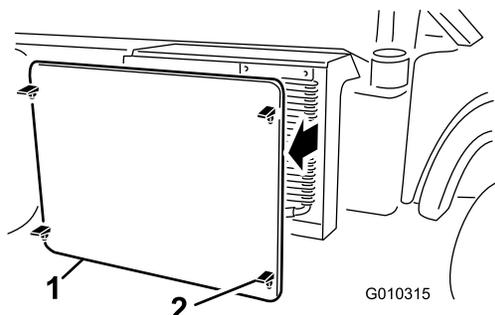

図 52
5. ラジエタースクリーンのラッチを外して、ラジエター前面から外す 図 52。